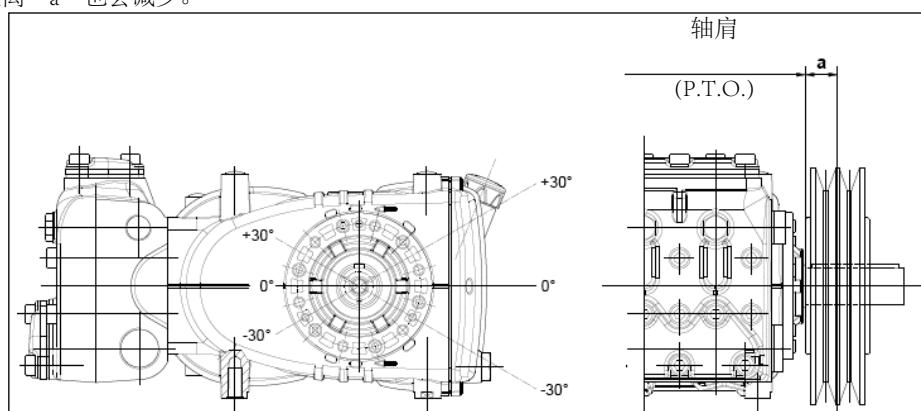

图10
$a=50$  mm时，传动才被视为适当，见图10。
- b) 使用高效能皮带 - 例如**XPB**而不是**SPB** - 同样的功率传递, 使用的皮带数量会相对少, 继而相对图10的轴肩(P.T.O.)的距离“a”也会减少。
e) 按照图10指出的方向拉紧皮带, 其他需求请联系**技术部或售后服务中心**。